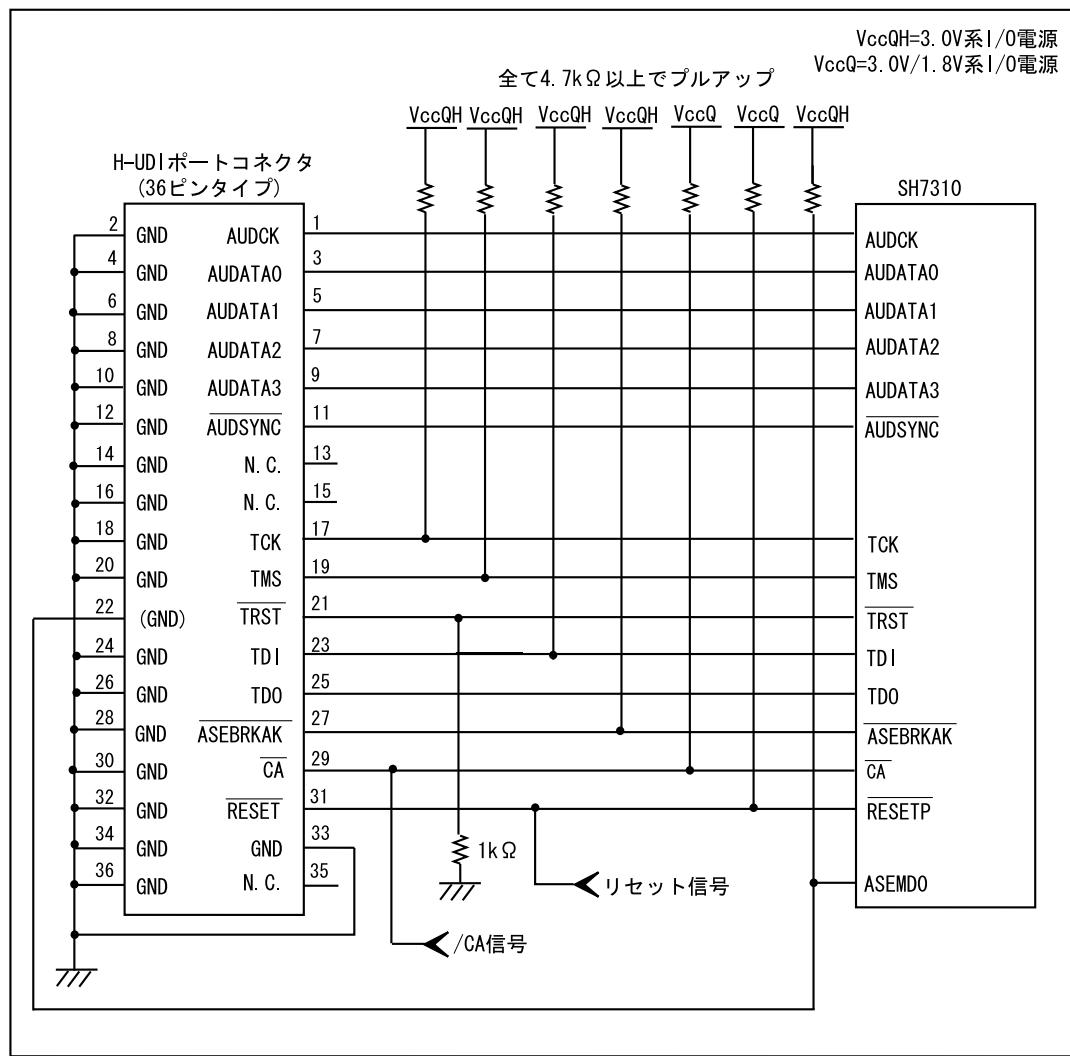

図 1.4 E10A-USB 使用時の H-UDI ポートコネクタ - チップ間の接続例
E10A-USB エミュレータ使用時の H-UDI+AUD ポートコネクタ(36 ピンタイプ)とチップ間の推奨接続例を図 1.3、UVCC 未接続時の接続例を図 1.4 に示します。
9. E10A-USB エミュレータのスイッチ(SW2=0, SW3=1 側)を切り替えることにより 29pin を/CA 端子として使用することができます。本設定では、UVCC 端子にユーザ電源を供給できませんので、ユーザインターフェースの I/O 電圧は 3.3V 固定となります。このとき、15pin は N.C.(オープン)としてください。(図 1.4 参照)
- 図 1.4 接続例で回路を組んだ場合の E10A-USB エミュレータのスイッチ設定 : SW2=0, SW3=1